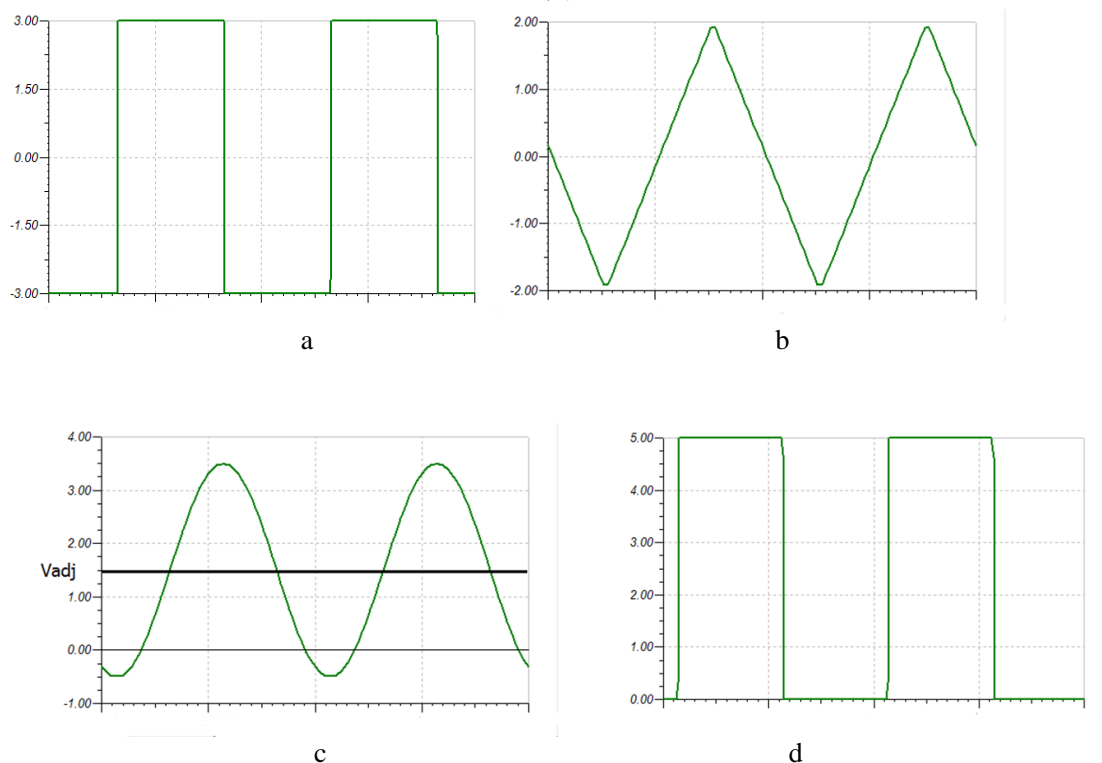

图 2
信号源可根据输出波形不同分为正弦波信号发生器，矩形脉冲信号发生器，函数信号发生器等。其中最常见也最常用的信号有正弦波信号、方波信号、三角波信号。本题目就设计一款可以同时产生正弦波信号、方波信号、三角波信号（或近似三角波）的信号源，实现方式可以参考下图。要求三种信号的频率均为 1KHz，正弦波信号峰峰值为 4V，直流偏置从-2V~2V 可调（波形如图 2 中 c 所示）；输出的方波信号峰峰值 5V，直流偏置 2.5V，供单片机进行频率测量（波形如图 2 中 d 所示）；输出三角波信号峰峰值 4V，直流偏置 0V（波形如图 2 中 b 所示）。其中电源供电电压 $\pm 12V$ 。
- (1) 设计基于运放实现的弛张振荡器（图1中方框1所示），要求输出的方波信号（图1中节点A）的峰峰值6V，频率为1kHz（50%占空比），直流偏置为0V，如图2中a波形所示；输出的三角波信号（图1中节点B）的峰峰值4V，频率为1kHz，直流偏置为0V，如图2中b波形所示。频率误差小于1%。
- (2) 矩形波发生器产生的信号经两路不同频率有源滤波处理，同时产生频率为1kHz和3kHz的正弦波信号；其中有源滤波器，要求中心频率分别为1kHz、3kHz，-3dB带宽200Hz，带外衰减呈-40dB/十倍频以上下降；产生的信号波形无明显失真，幅度峰峰值分别为6V和2V；
- (3) 制作40dB纯电阻网络衰减器（要求为T网络或Pi网络），输入输出阻抗100k欧姆，插入损耗40dB，误差小于1dB。
- (1) 矩形波发生器产生波形频率可调、占空比可调。得到输出需要的方波信号（峰峰值为5V，直流偏置2.5V，波形如图2中d所示）直流偏置从-2V~2V可调，波形如图2中c所示）。
- (2) 有源滤波器中心频率可调，在给定频率矩形波下，将矩形波信号中的基波，三次谐波，五次谐波滤出；